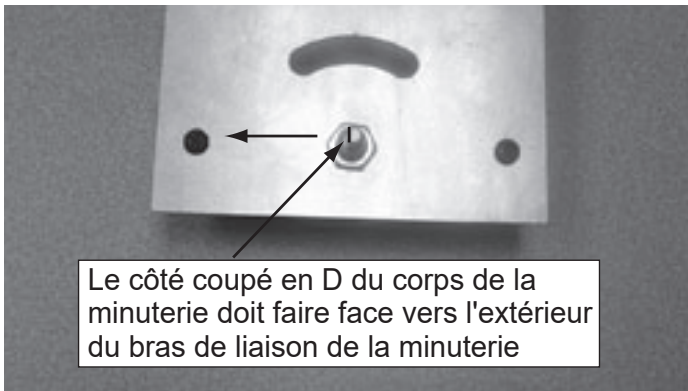

Figure 4.32 D Découpe sur l'arbre
8. Installez la nouvelle minuterie en utilisant les deux mêmes vis. Il est très important que le côté coupé en D de la tige de la minuterie fasse face au côté opposé du bras de liaison de la minuterie. Voir la figure 4.32.